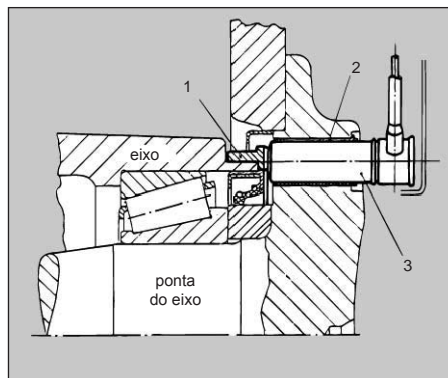

Fig. 3: Instalação do sensor do ABS – eixo dianteiro
O sensor indutivo (fig. 3) compreende um ímã permanente, núcleo e bobina. O fluxo magnético ao redor da bobina é cortado pelo movimento de rotação da roda dentada induzindo uma tensão alternada cuja frequência é diretamente proporcional à rotação da roda.
A Fig. 3 mostra uma instalação típica da roda dentada (1), braçadeira de fixação (2) e sensor (3) numa roda dianteira. Em tal arranjo, a braçadeira de fixação deverá ser montada com uma graxa resistente a altas temperaturas e à prova d'água (p.ex., graxa siliconada) para proteger o furo na junta da direção da corrosão e sujeira. A roda dentada está instalada de um modo similar no cubo da roda traseira. O sensor está firmemente montado na barra do eixo com um suporte especialmente rígido.